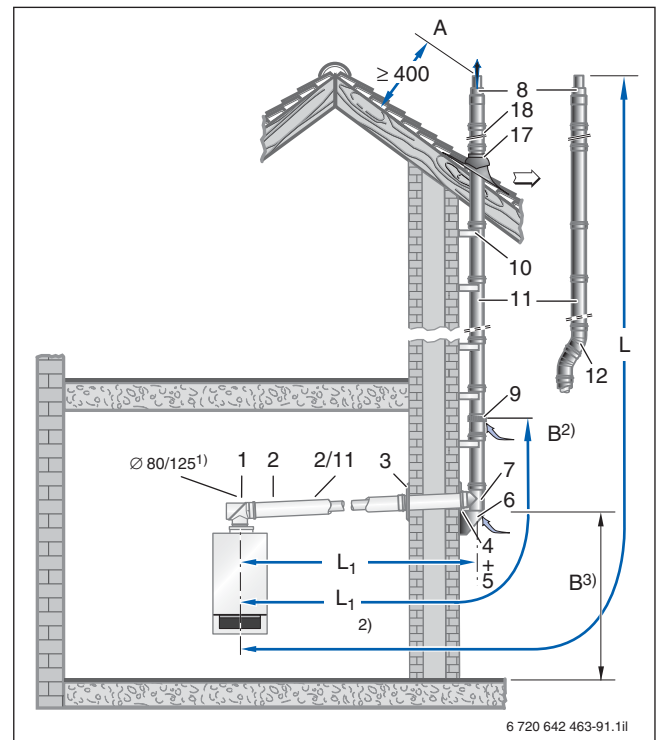
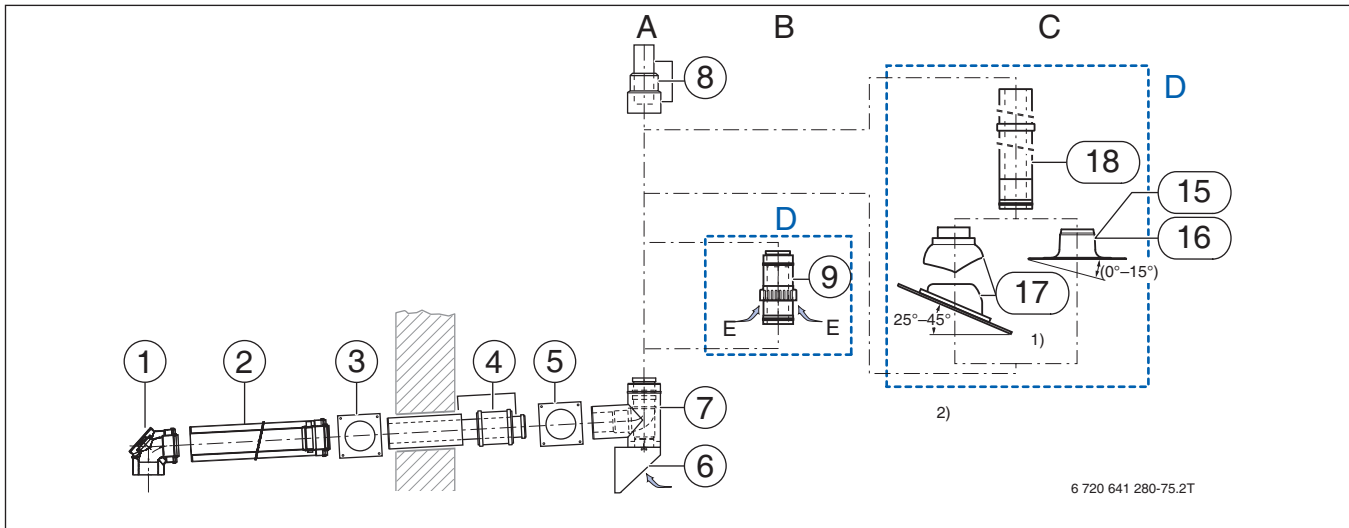

Bild 172 Montagevariante mit dem Bausatz GAF-K (Maße in mm)
Bild 173 Bauteile des Grundbausatzes GAF-K aus Kunststoff
Tab. 89 Maximal zulässige Gesamtbaulänge der Abgasleitung (→ Bild 172)
Für das Ansaugen der Verbrennungsluft in Höhe der Mauerdurchführung muss sich das Zuluft-T-Stück mindestens 30 cm über dem Erdboden befinden. Geografisch bedingt ist auch die Schneehöhe zu berücksichtigen. Die Luftansaugung muss auf jeden Fall über der zu erwartenden Schneehöhe liegen. Ist diese Bedingung nicht erfüllt, kann alternativ die Verbrennungsluft über den konzentrischen Zuluftstutzen angesaugt werden, der in die Luft-Abgas-Leitung an der Fassade einzubauen ist (→ Bild 173, Zuluft alternativ).
Die Luft-Abgas-Leitung an der Fassade kann durch die Dachtraufe geführt werden (→ Bild 172). Dafür sind als Zusatzausstattung die konzentrische Dachdurchführung und entweder ein Flachdach-Klebeflansch oder Universaldachpfannen mit Regenkappe erforderlich (→ Bild 173, Dachdurchführung).
- C Dachdurchführung (→ Bild 172)